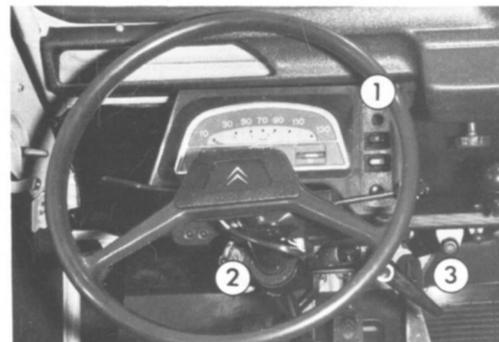

Fig.11 - Avviamento
- Ruotare la chiave fino alla battuta; il contatto è inserito. A questo punto la spia pressione olio motore si accende. (Fig. 11 - Rif. 1)
La spia pressione olio motore deve spegnersi. (Fig. 11 - Rif. 1)